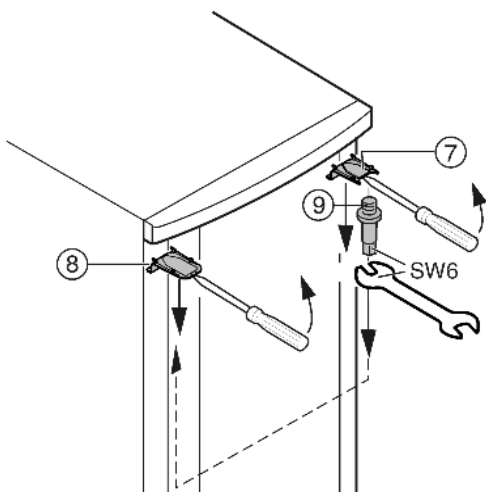

Fig. 7
- ▶ Aan de bovenkant afdekking *Fig. 7 (7)* en afdekking *Fig. 7 (8)* met een schroevendraaier losklikken en schuin naar beneden verwijderen.
- ▶ Lagerbout *Fig. 7 (9)* uitdraaien en aan de andere kant **goed (min. 4 Nm)** vastschroeven.
- ▶ Afdekking *Fig. 7 (7)* aan de kant van de lagerbout weer aanbrengen: achteraan inzetten, vooraan vastklikken.
- ▶ Afdekking *Fig. 7 (8)* op de tegenoverliggende kant monteren: achteraan inzetten, vooraan vastklikken.
- ▶ Deur boven in de lagerbout *Fig. 7 (9)* hangen.